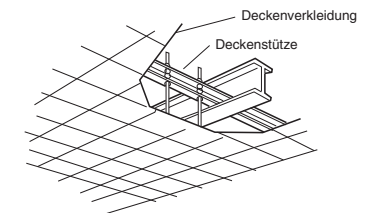

Abb. 3-18
- Die bereits vorhandenen Deckenstützen verwenden bzw. eine geeignete Stütze anfertigen, wie in Abb. 3-18 gezeigt.